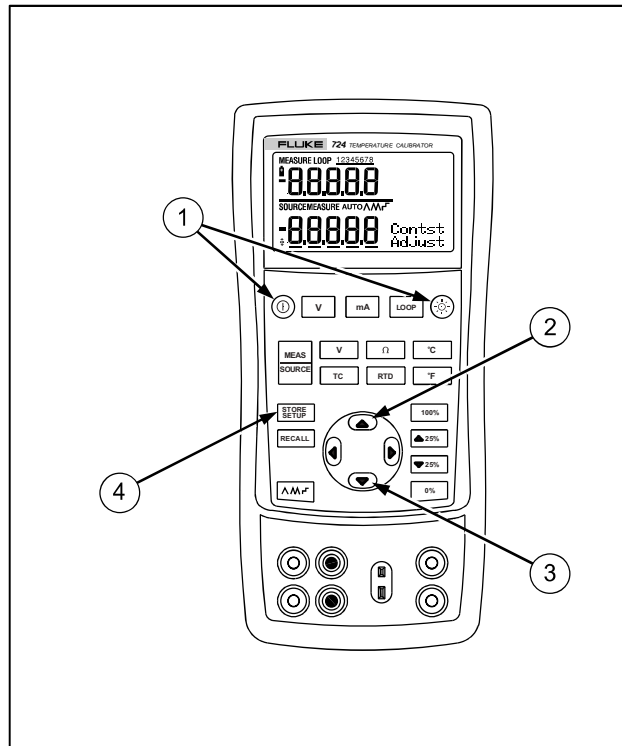

图 6. 调整对比度
1. 按 **☉** 键及 **①** 键，直到显示“对比度调整”，如图 6 所示。